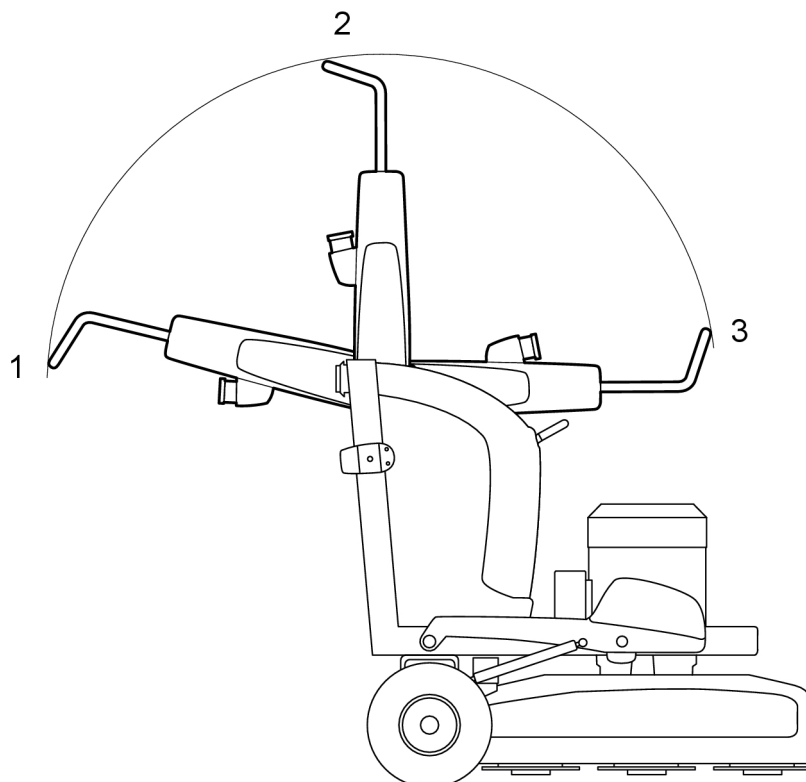

Figura 4-2. Posizioni dell'impugnatura
1. Sollevare l'impugnatura in posizione posteriore, vedere Figura 4-2, pagina 18.
4. Portare l'impugnatura in posizione di esercizio, vedere Figura 4-2, pagina 18.